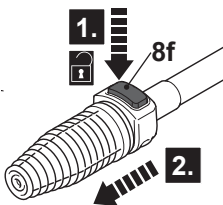

Fig. 7
- > Presione el botón de liberación (8f) (Fig. 7, paso 1) y retire la boquilla (paso 2).